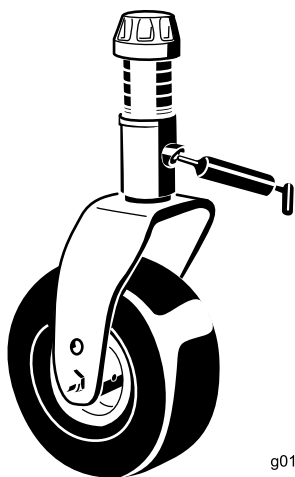

Figura 84
- Um casquilho de eixo da forquilha da roda giratória (Figura 84)